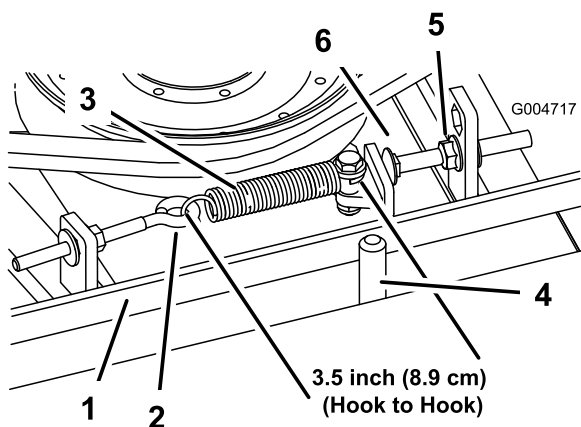

Figura 70
Quando a tensão estiver correcta, a medida da mola de extensão (gancho a gancho) deverá ser de cerca de $8,9 \text{ cm} \pm 6 \text{ mm}$ (lado interior). Logo que se obtenha a tensão correcta da mola, ajuste o pino de fecho (parafuso da carroçaria) até haver uma folga aproximada de $3 \text{ mm} +1,5/-0,0 \text{ mm}$ entre a cabeça do parafuso e o braço intermédio (Figura 70).
Nota: Certifique-se de que a correia está colocada no lado da mola do guia da correia (Figura 70).
- Desaperte o parafuso com olhal permitindo a remoção da mola de extensão (Figura 70).
- Desaperte a porca flangeada que fixa o pino de fecho na patilha de montagem. Puxa a porca ligeiramente para trás para permitir que o braço intermédio passe pelo pino de fecho (Figura 70). Retire a polia intermédia da correia para aliviar a tensão da correia.
8. Volte a ligar a mola de extensão (Figura 70) ao parafuso de olhal e aplique a tensão na correia como se segue: